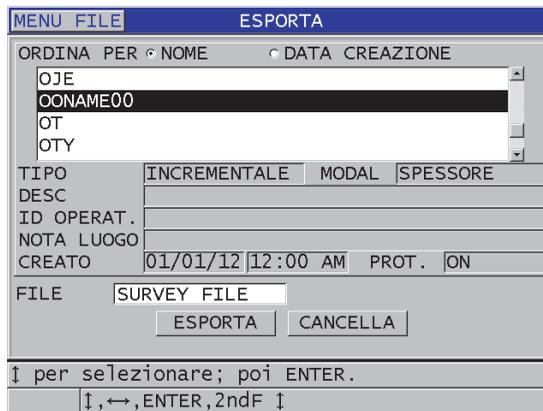

Figura 14-5 La schermata **ESPORTA**
5. Nella schermata **ESPORTA** (vedere Figura 14-5 a pagina 281):